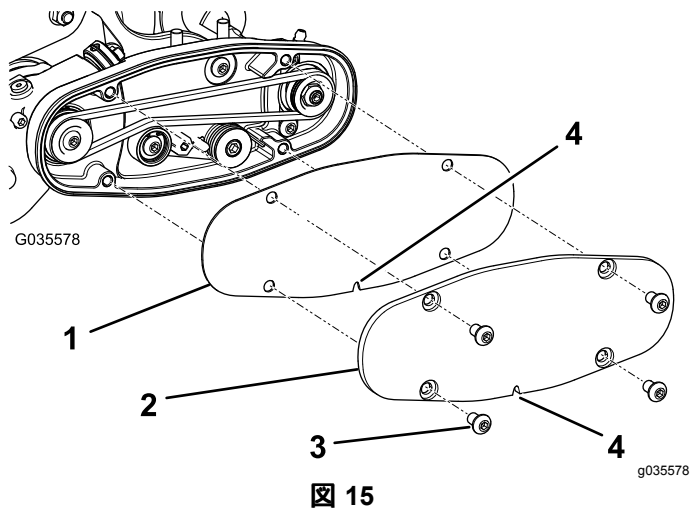

図 15
- ベルトカバーを取り付け穴に取り付けてボルト4本で固定する **図 15**。